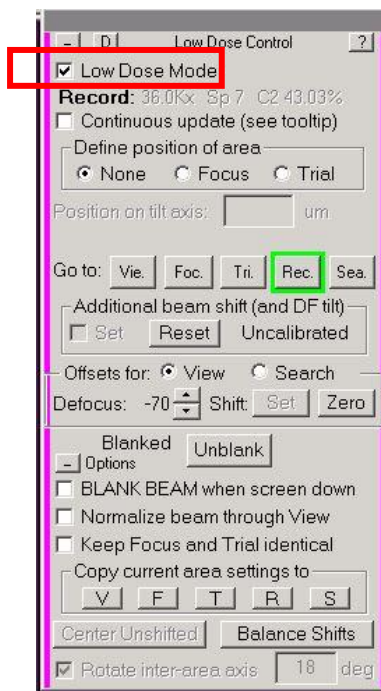

图 1
1. 启动 SerialEM 软件(PC 1)，勾选 Low dose. 见图 1.
打开 Ceta 相机的 SerialEM 软件 (PC1)，勾选 Low dose. 见图 1.
- ① 关闭 K2 相机的 SerialEM 软件 (PC2)，即勾掉 Low dose. 见图 1.